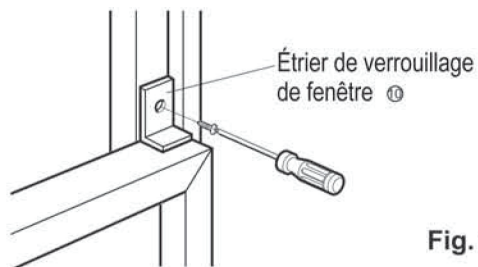

Fig. 9
12. Fixez l'étrier de verrouillage de fenêtre ⑩ à l'aide d'une vis de type C ⑩ (Fig. 9)